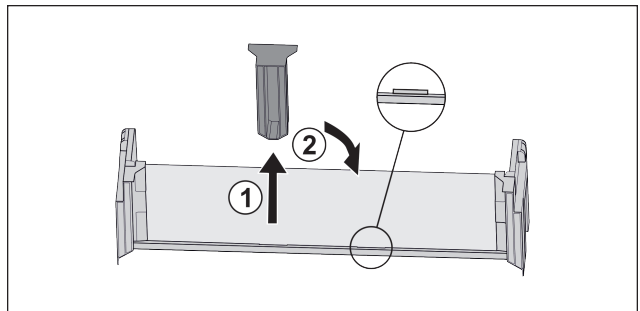

Fig. 20
- ▶ Витягнути середню деталь для підтримки Fig. 20 (1).
- ▶ Вставити середню деталь для підтримки на друге положення Fig. 20 (2).